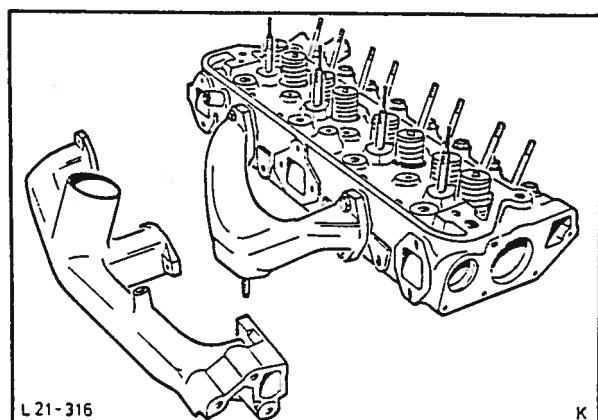
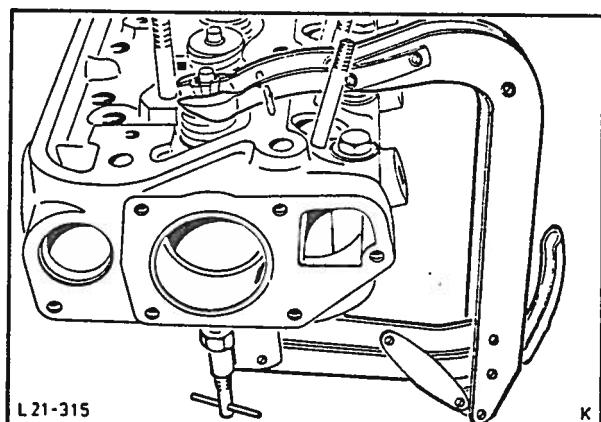

Fig. 120 Demontering av innsugning- og eksosmanifold.
Fig. 121 Press sammen ventilfjærne og ventiltallerknene med ventilfjærklemmen.
3. Skru av innsugningsmanifold (6 bolter) og eksosmanifold (4 bolter), fig. 120.
4. Demonter temperatursenderen og tetningsdekslene (2) fra topplokket (6 bolter).
5. Press sammen ventilfjærerne og ventiltallerknene med den vanlige ventilfjærklemmen og ta vekk ventillåsene, fig. 121.